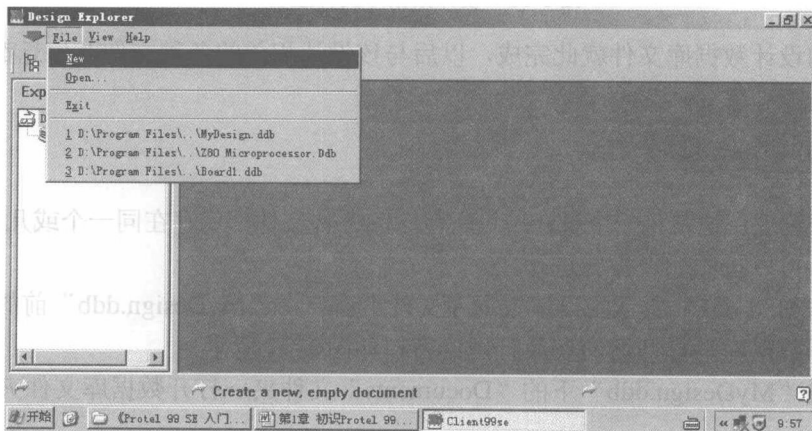
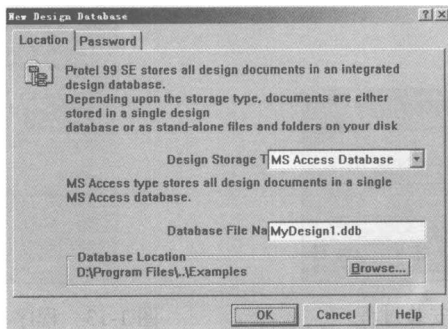

图 1-14 执行“File”/“New”菜单命令
图 1-15 “New Design Database”对话框
(1) 打开 Protel 99 SE 系统,弹出如图 1-14 所示对话框→执行菜单命令“File”/“New”→弹出如图 1-15 所示的“New Design Database”(创建设计数据库文件)对话框。